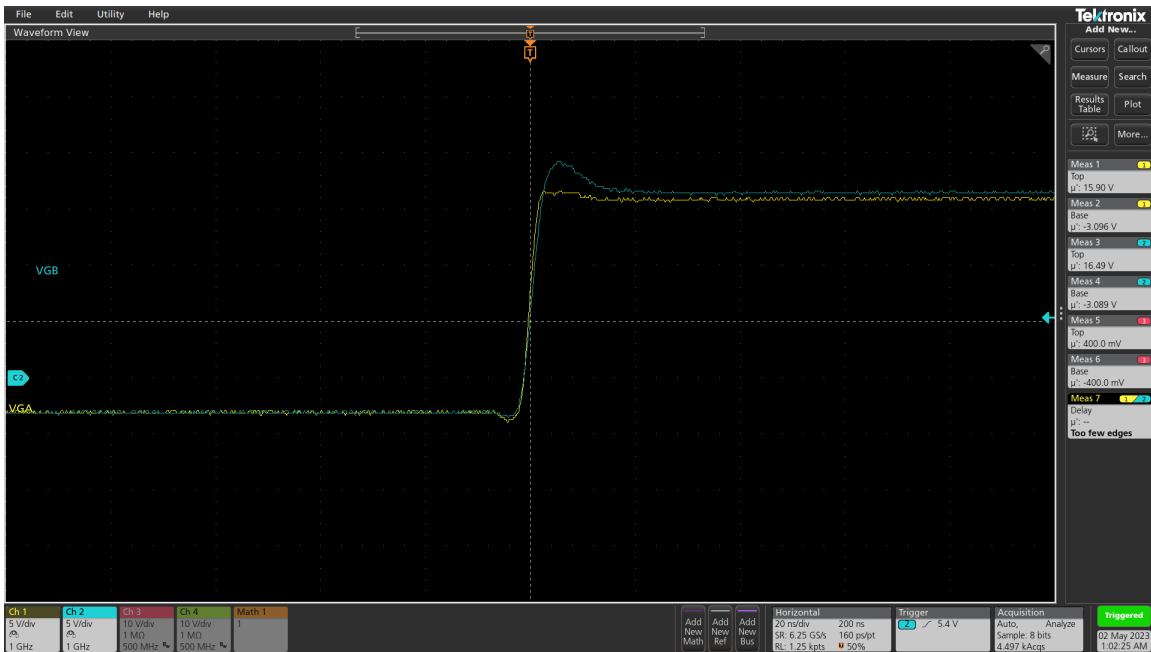

图 3-6. 重叠模式
- 重叠模式**：重叠模式将禁用死区时间电路，从而允许输出重叠。要选择此模式，请将跳线 J5 并联至 VCC-DT。**图 3-6** 中介绍了一个重叠模式示例。